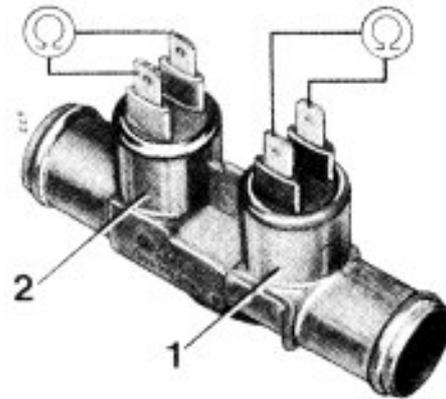

Bild 4
(Bild 4, 7) (transparent)
– Thermoschalter (1) (rot) Bild 4, 7 prüfen